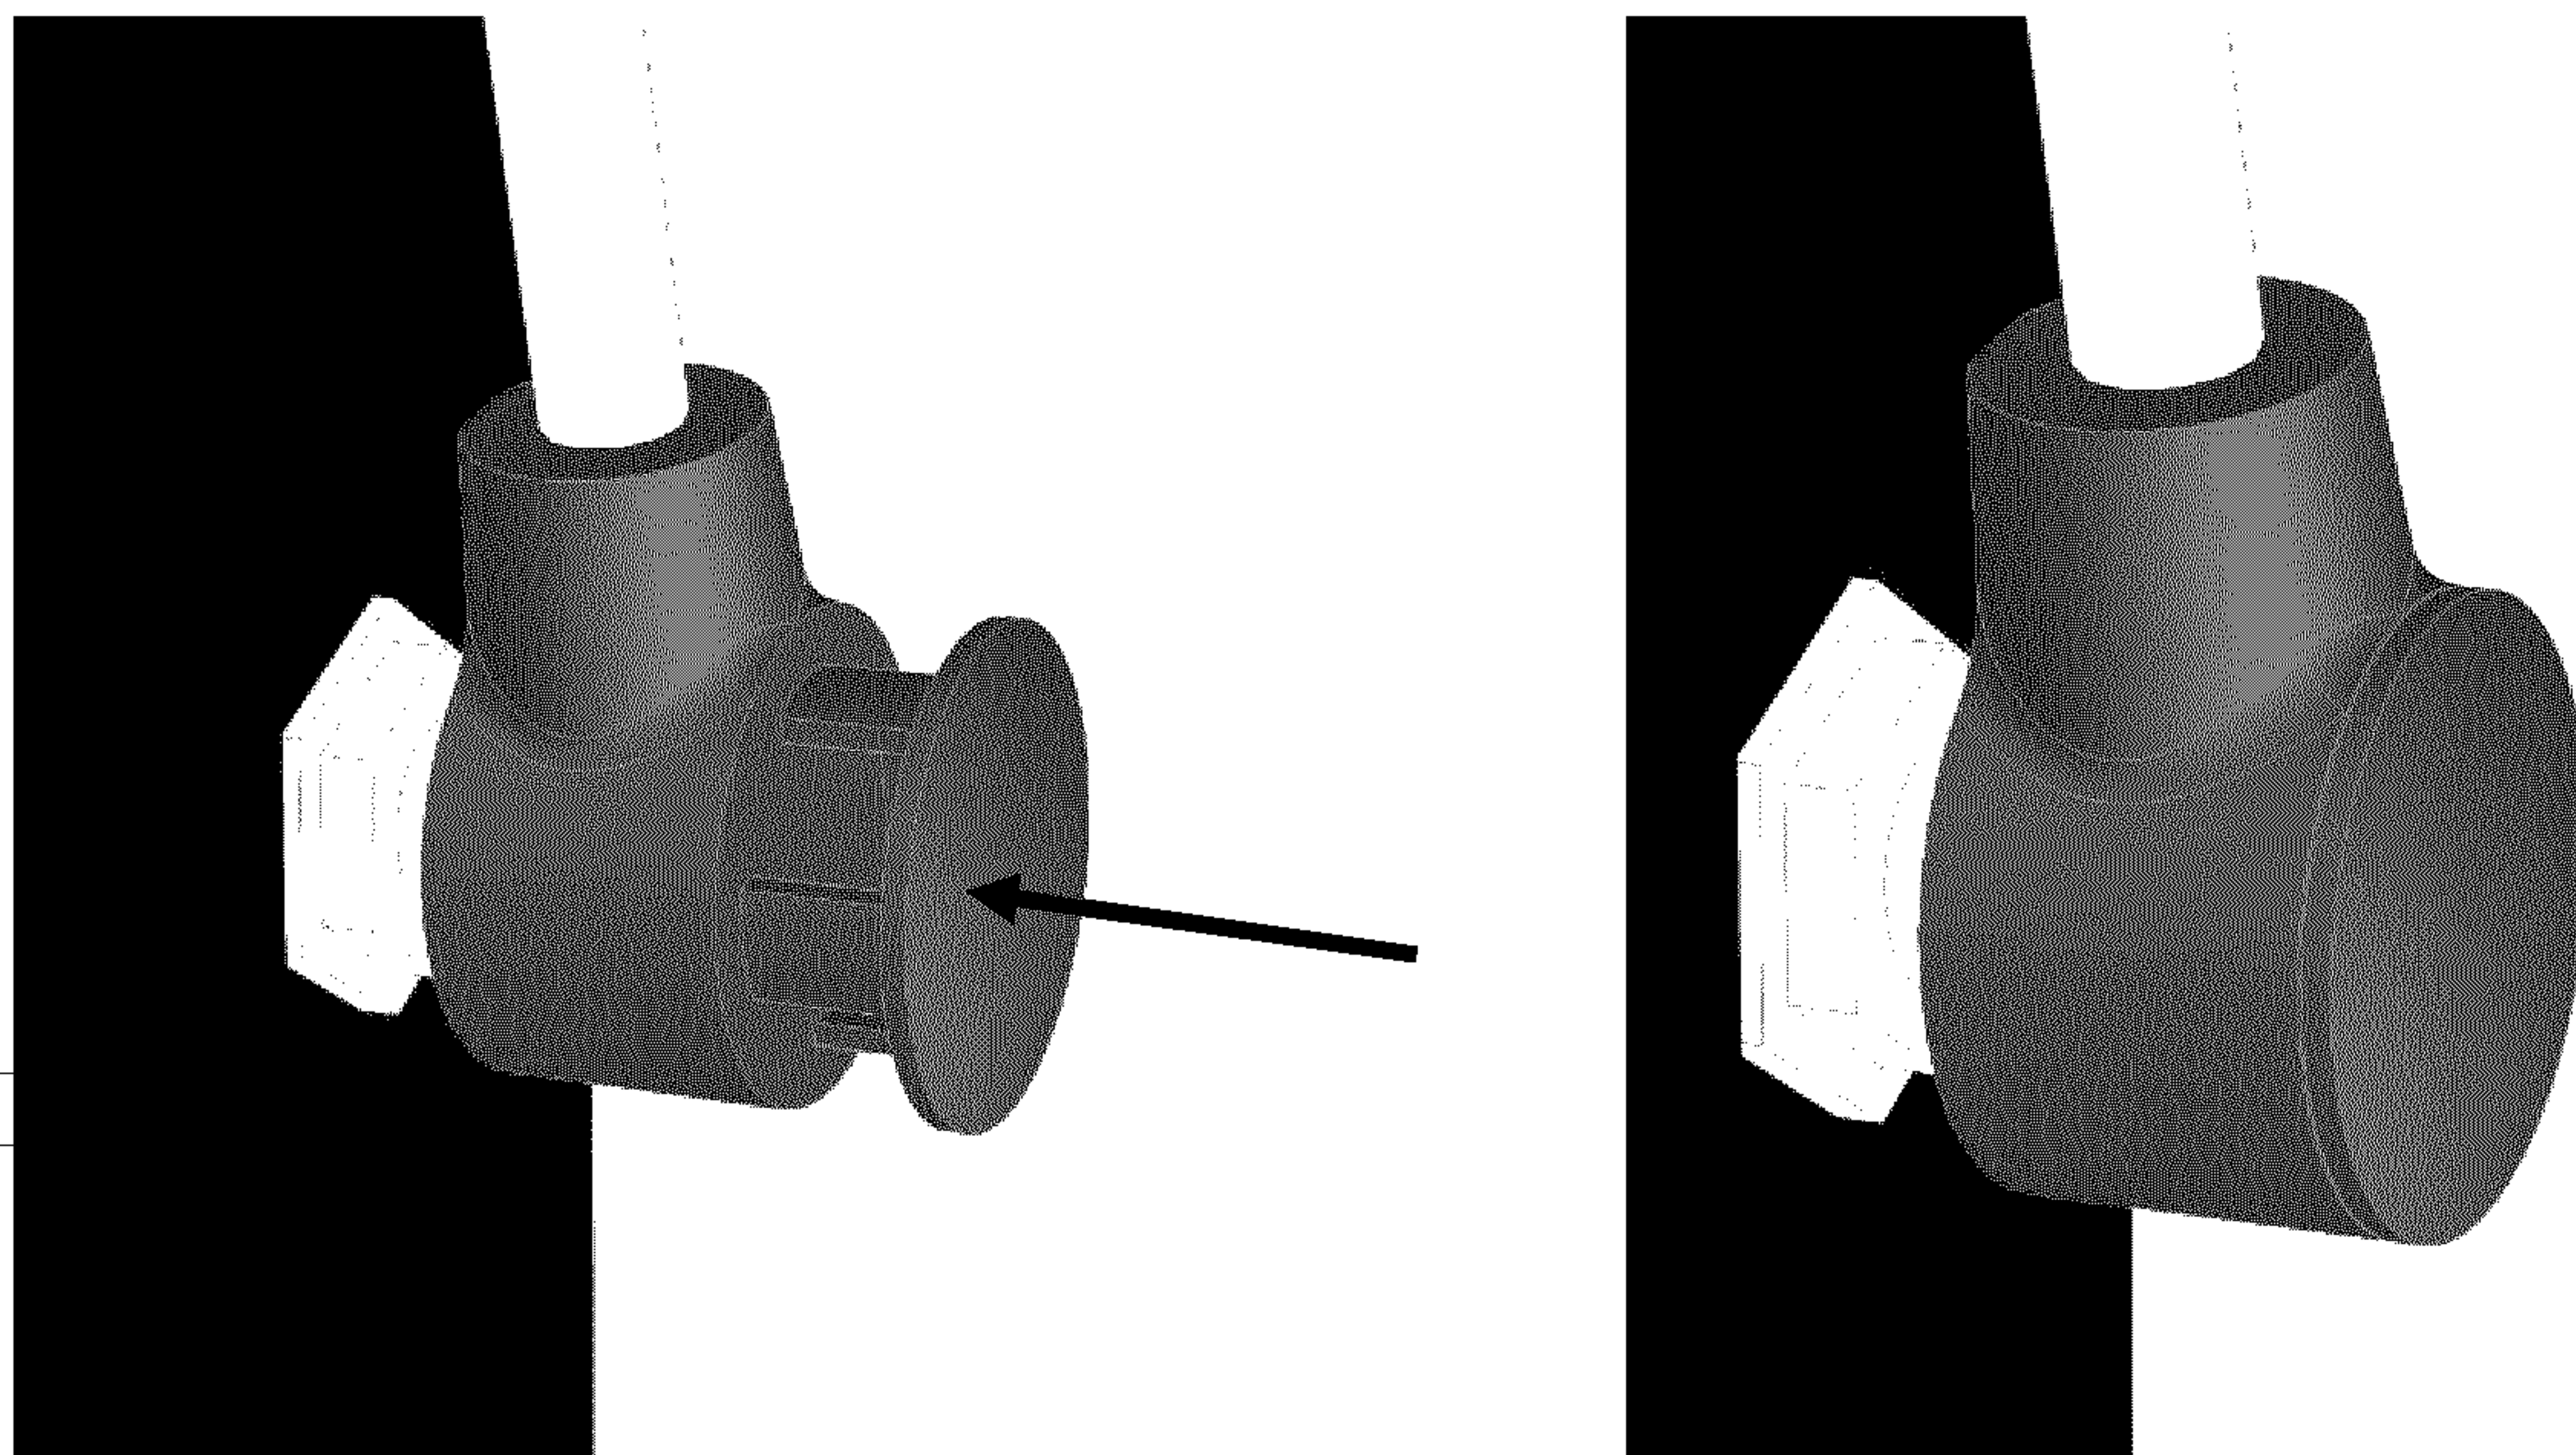

Рис. 4. Фиксирующая головка
3.3. Закрепите пружину на нижнем шарнире, надавив на фиксирующую головку (см. рис. 4).